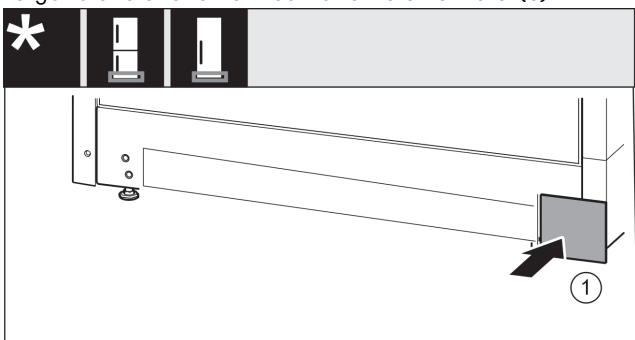

Fig. 37
- ▶ Remettre en place le cache de l'autre côté. *Fig. 37 (1)*